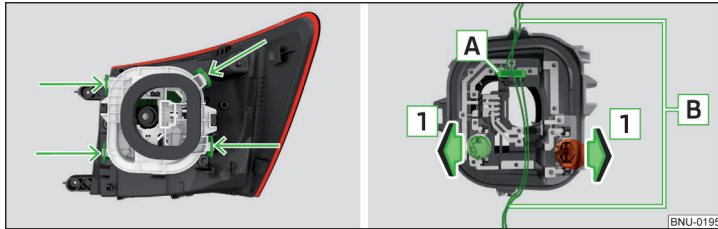

Abb. 345 Äußerer Teil der Leuchte / Halter mit Glühlampen
» Abb. 345 und aus der Leuchte herausnehmen.
- Vor dem Einsetzen des Lampenhalters in die Leuchte prüfen, ob der Stecker **A** » Abb. 345 zwischen der Leuchte und dem Lampenhalter korrekt aufgesteckt ist.